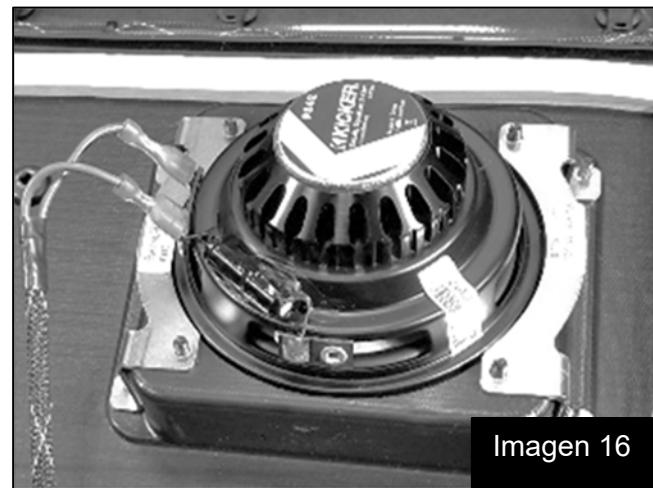

Imagen 16
26. Conecte los cables de altavoz a los altavoces. Imagen 16